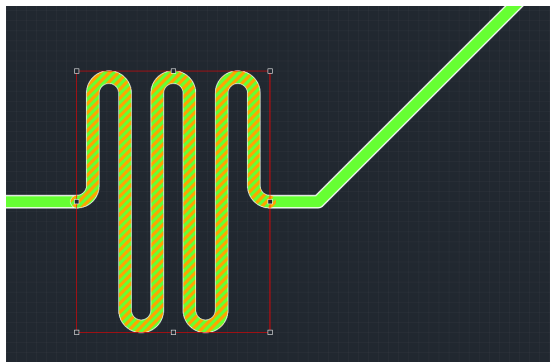

Рис. 240 Выделенный меандр на
1. Выделить меандр, см. Рис. 240.